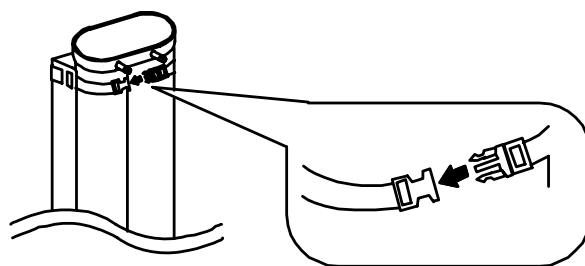

図 02
- (4) 受け台のバンドでイオン交換樹脂カートリッジを固定します。(図 02 参照)